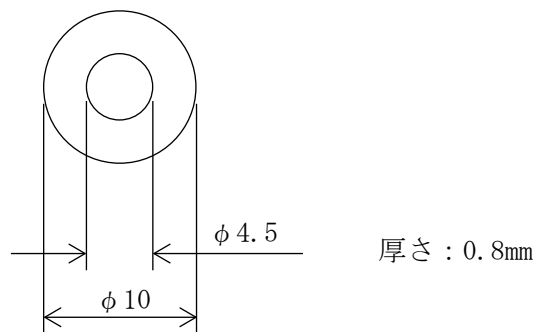

図 3-9 ワッシャー(M4 用)の寸法図
- ワッシャー(M4 用) × 4 個 (図 3-9 参照。お客様にてご準備ください)